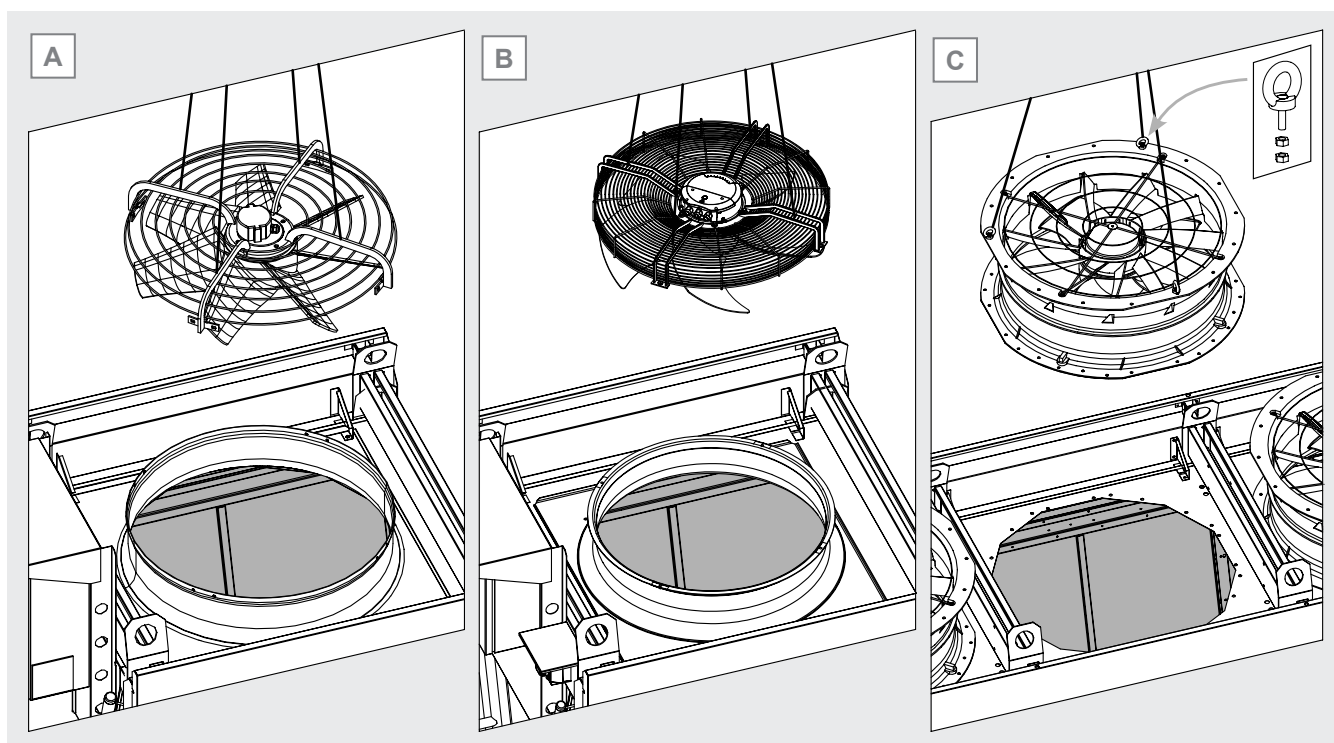

Figure 35
- Ventilateur à fixation radiale et plane : fixer des crochets ou des sangles de levage aux bras de la grille du ventilateur. Voir la Figure 35 A et B.
- Ventilateur motorisé avec buse intégrée : fixer au moins 3 anneaux de levage avec écrou et contre-écrou à la bride supérieure du ventilateur motorisé. Les anneaux doivent être répartis uniformément (par exemple, 120° pour 3 anneaux). Fixer des crochets ou des sangles aux anneaux de levage. Voir la Figure 35 C.